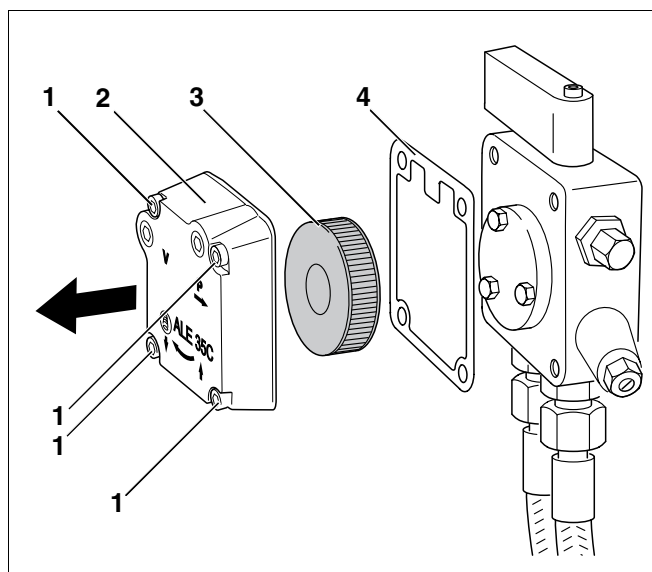

Fig. 41 Contrôle du filtre de la pompe à fioul – Pompe à fioul Suntec
- Desserrer les quatre vis à six pans creux (fig. 41, **pos. 1**).
- Retirer le couvercle (fig. 41, **pos. 2**).
- Retirer le filtre (fig. 41, **pos. 3**).
- Vérifier si le joint est en bon état (fig. 41, **pos. 4**) et remplacer si nécessaire.
- Nettoyer le filtre de la pompe à fioul (fig. 41, **pos. 3**) avec de l'essence et remplacer si nécessaire, puis remettre en place sur la pompe.